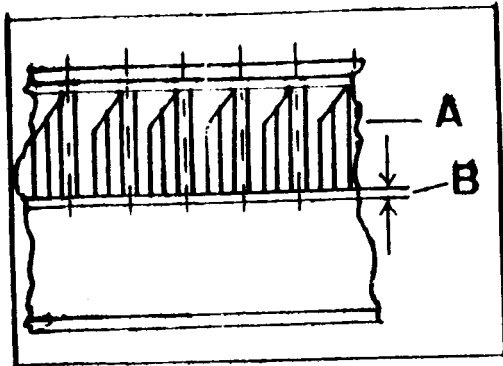

Fig. A3-103 Montaje de la corona del volante motor
2.2. Calentar la nueva corona á unos 250°C y situarla sobre el volante en la posición que indica la fig. A3-103, tomando las precauciones necesarias para evitar quemaduras.
2.3. Introducir la corona en el volante de forma uniforme hasta conseguir la posición indicada en la Fig. A3-103.